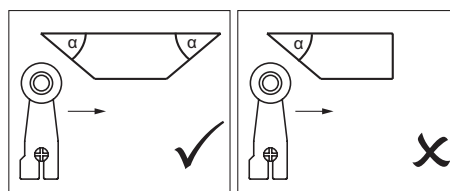

Figura 1: Forma de la leva
- ▶ Para evitar el rebote del elemento actuador, las levas deben moverse gradualmente (véase la Figura 1).